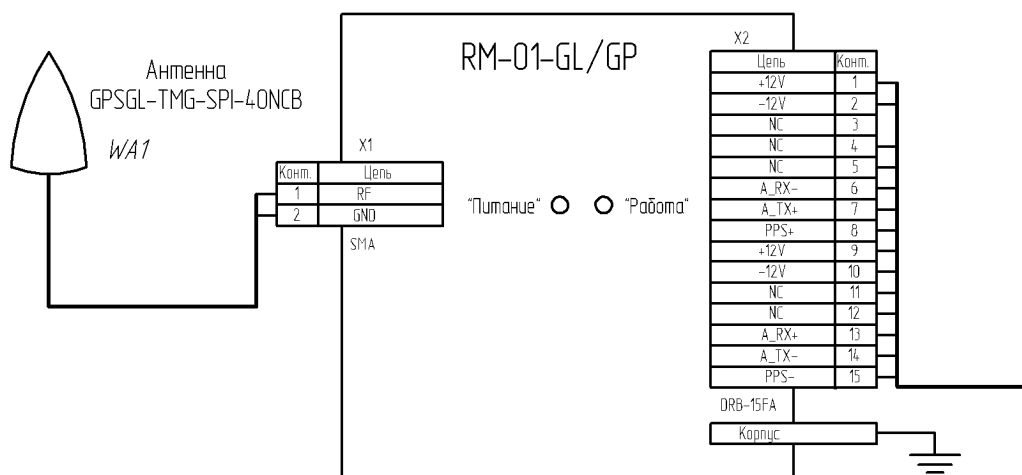

Рисунок 6 – Схема включения приемника RM-01-GL/GP
2.22.5 Выходной интерфейс приемника RM-01-GL/GP имеет гальваническую изоляцию от антенны и корпуса. По интерфейсному кабелю (разъем X4) передается питание 15 В от устройства СВ-03, информация в сторону устройства СВ-03 передается по парам – контакты A\_Rx, A\_Tx, сигнал 1PPS – контакты PPS+, PPS- (см. рисунок 6).